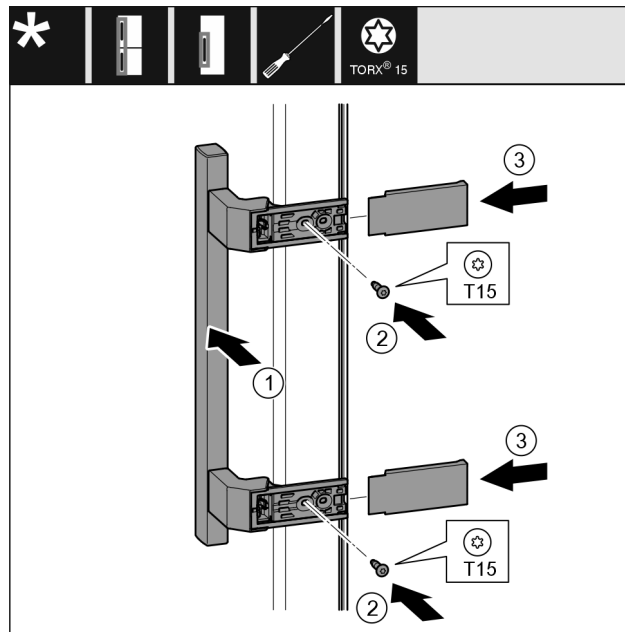

Fig. 20
- ▶ Applicare la maniglia Fig. 20 (1) sul lato opposto.
- ▶ Stringere le viti Fig. 20 (2) con un cacciavite.
- ▶ Applicare le coperture Fig. 20 (3) lateralmente e spingerle in sede.